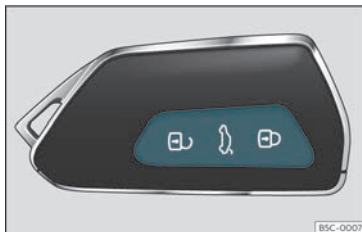

Fig. 70 Chave com comando à distância: botões.
- Trancar: pressione o botão  » **Fig. 70**.